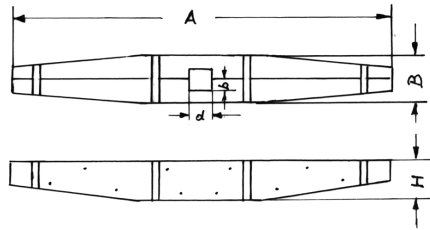

Abb. 1: der Ankerstock
- 1: Sägen des Holzrohlings mit der Breite "A", die der Länge des Ankerstocks entspricht, und der Stärke B/2. Die Länge "L" ergibt sich aus der Stückzahl mal (Höhe "H" plus Sägebreite) plus Zugabe zur Anlage am Anschlag. (Abb. 1)